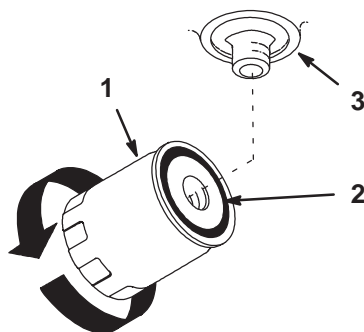

Figure 43
4. Appliquez une fine couche de liquide hydraulique sur le joint en caoutchouc du filtre de rechange (Fig. 43).
6. Remplissez le réservoir hydraulique jusqu'à ce que le liquide déborde du filtre. Tournez alors le filtre à huile dans le sens horaire jusqu'à ce que le joint en caoutchouc vienne toucher l'adaptateur du filtre. Serrez ensuite le filtre de 1/2 tour supplémentaire (Fig. 43).